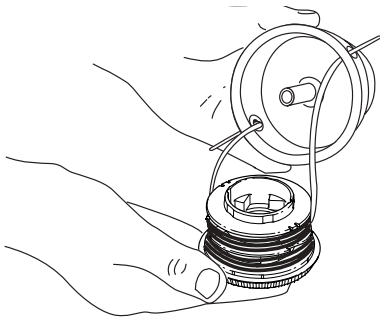

Fig. 27
3. Inserte los extremos de la línea de corte del nuevo carrete interior dentro de los ojajillos de la bobina exterior (Fig. 27). Coloque el nuevo carrete interior con la flecha hacia arriba dentro de la bobina exterior.